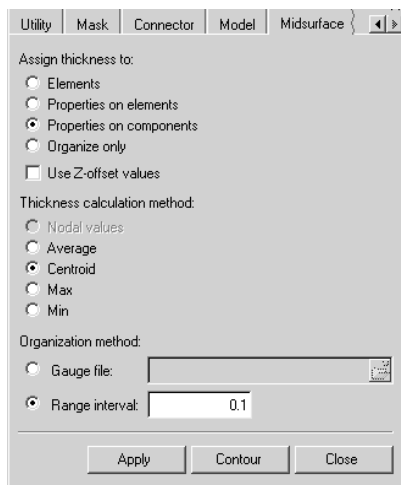

图 7-47 Midsurface Thickness 面板
(5) 单击 Midsurface Thickness 按钮，按如图 7-47 选项设定相关参数单击 Apply 按钮。